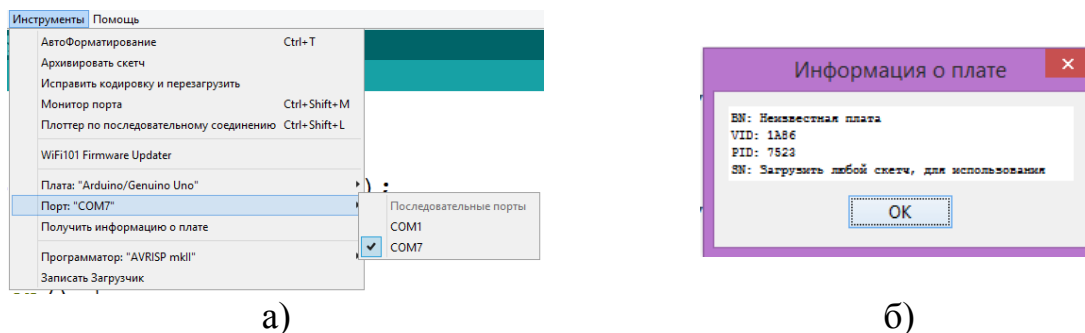

Рисунок 1.3 – Выбор порта в среде программирования
2. Запустите среду программирования Arduino IDE, подключите плату Arduino UNO, выберите требуемый COM-порт в среде разработки (рисунок 1.3а).
3. Выберите команду Инструменты → Информация о плате. Если подключение выполнено правильно, то отобразится информация о плате (рисунок 1.3б).